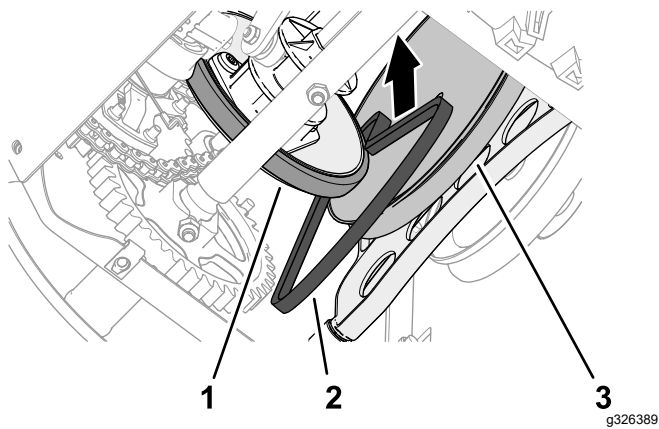

Figura 49
1. Deslize a correia de tração entre a roda de tração e a polia de tração e na máquina (**Figura 49**).